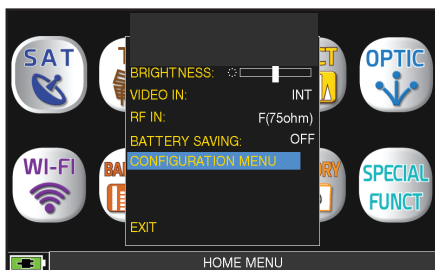

FIG. 1*
- Appuyer sur «VOLUME» et sélectionner «CONFIGURATION MENU» (Fig.1);